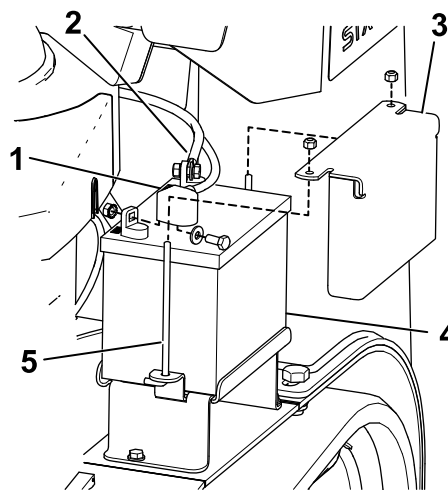

図 41
- マイナスケーブルのゴムカバー黒を外す。バッテリーのマイナス - 端子から、マイナスケーブルを外す 図 41。
- プラス端子赤色から赤いゴムカバーを外す。赤いプラス+ケーブルを取り外す 図 41。
- バッテリーを固定している押さえ板、Jボルト、ロックナットを外してバッテリーを外す 図 41。
1. 先ほど取り外したねじ類を再使用して、プラスケーブル赤いケーブルをバッテリーのプラス端子に取り付ける 図 41。
3. 先ほど取り外したねじ類を再使用して、マイナスケーブル黒いケーブルをバッテリーのマイナス-端子に取り付ける 図 41。
4. 押さえ棒と蝶ナットでバッテリーを固定する 図 41。